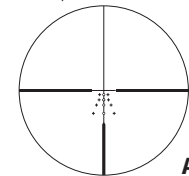
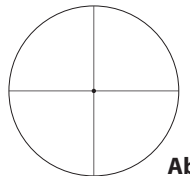

Abb. 3-1
Abb. 3-2
(1) Fokussierung
- 1 Sehen Sie durch das Okular und halten Sie dabei einen Abstand von ca. 10 cm (4 Zoll) zwischen Auge und Okular ein, sodass Sie das kompakte BDC-Fadenkreuz (Abb. 3-1) oder das feine Fadenkreuz mit Punkt (Abb. 3-2) sehen. Stellen Sie sicher, dass Sie Ihr Auge bei ordnungsgemäßer Einstellung und mit entsprechendem Augenabstand positionieren. Andernfalls „verdunkelt“ sich die Sicht.